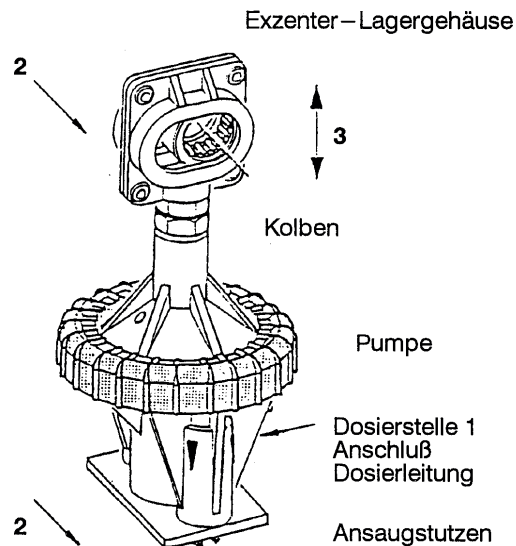

Abb. H-1: Pumpe EXADOS®
- Pumpe Abb. H-1
- Pumpe herausnehmen (Abb. H-1).
- Pumpe mehrmals von Hand durchpumpen bis Flüssigkeit vom Dosierschlauch austritt (Abb. H-1).
Durch längere Lagerzeiten kann es vorkommen, dass die Dichtsitz der Pumpe austrocknen und somit ein selbstständiges Ansaugen und Entlüften nicht stattfindet. Schrauben Sie die Dosierleitung von der Dosierstelle ab und nehmen Sie die Pumpe aus dem Pumpenträger (2) heraus und pumpen von Hand (3) solange, bis das Dosiermittel aus der Dosierstelle austritt. Anschließend den Dosierschlauch wieder aufschrauben und die Pumpe im Pumpenträger befestigen (siehe Abb. H-1).